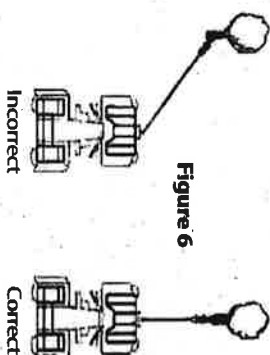

Figure 6
- ÉVITEZ DES TRACCTIONS DE LONGUE DURÉE SOUS DES ANGLES EXTRÊMES, ce qui pourrait provoquer l'accumulation du câble sur un seul côté du tambour (figure 6). Ceci pourrait coincer le câble sur le treuil et endommager l'un ou l'autre.